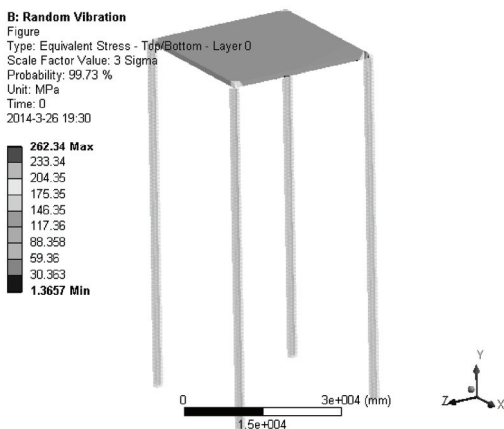

图 13-14 3 Sigma 应力云图
7) 在 Outline 树结构图中的 Equivalent Stress 上单击右键，在弹出的快捷菜单中选择 Evaluate All Results，此时进行求解，求解后得到的图形如图 13-14 所示。